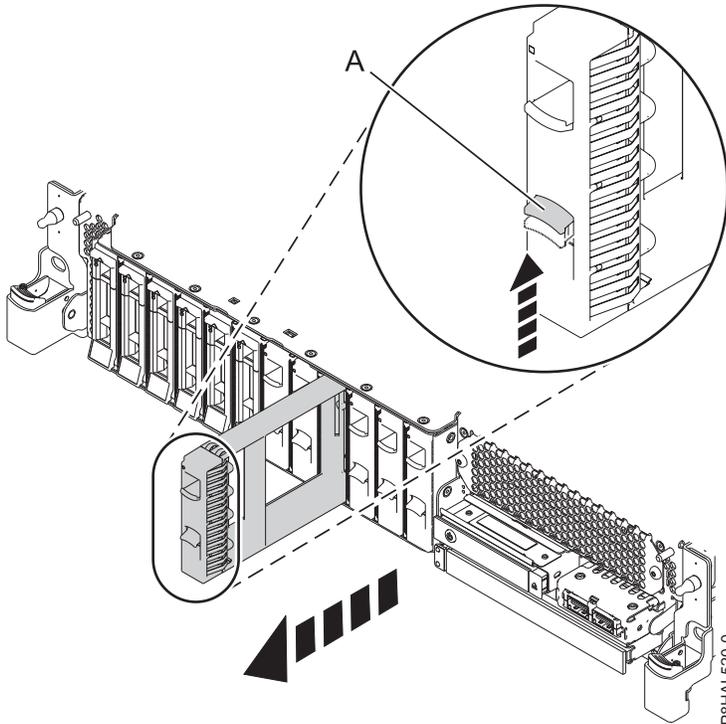

Abbildung 39. Plattenlaufwerk-Platzhalterelement aus einem System ausbauen
3. Schieben Sie die Sperre **(A)** am Griff des Platzhalterelements in die in Abb. 39 auf Seite 52 gezeigte Richtung.